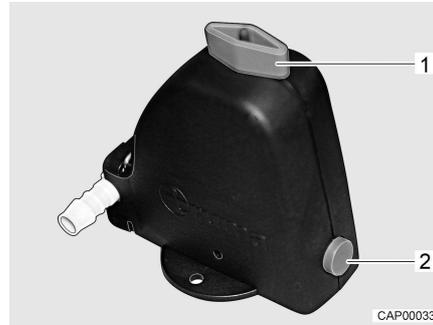
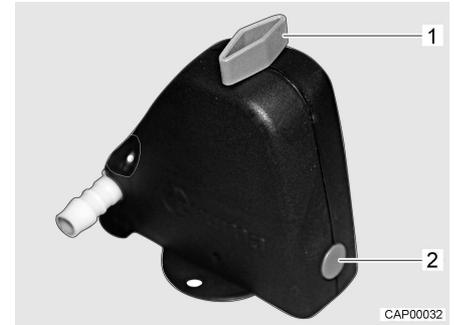

Bild 97 Sicherheits-/Ablassventil geöffnet
Bild 98 Sicherheits-/Ablassventil geschlossen
- Sicherheits-/Ablassventil schließen. Dazu Drehknopf (Bild 97,1) quer zum Sicherheits-/Ablassventil drehen und Druckknopf (Bild 97,2) hineindrücken. Das geschlossene Sicherheits-/Ablassventil ist in Bild 98 dargestellt. Bei Temperaturen unter 6 °C lässt sich das Sicherheits-/Ablassventil nicht schließen.